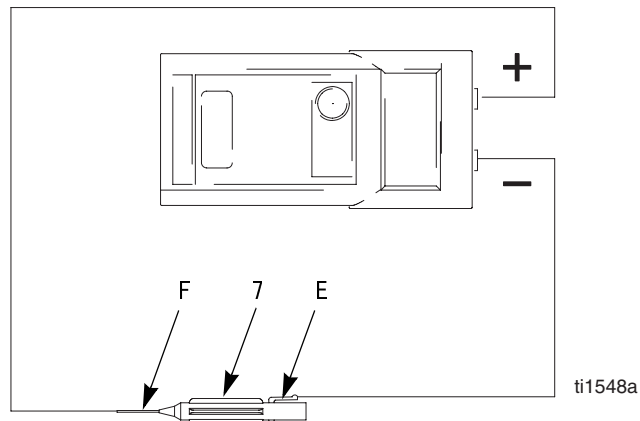

图 18. 电极
4. 取出电极（7），第 35 页。测量接触点（E）和电极线（F）之间的电阻。电阻应当为 20-30 兆欧。如果不在范围内，请更换电极。见图 18。